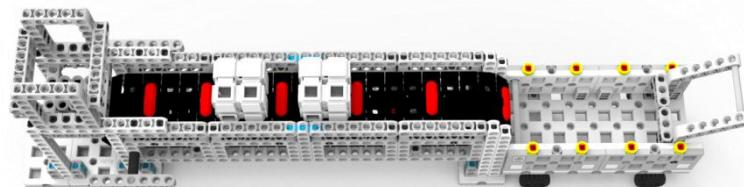

图 9 港口运输完成状态一
3.4.2 机器人先推动货物，使货物传送到传送带上为完成状态一，30 分/个；如图 9 所示。